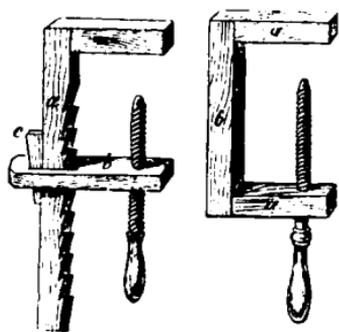

Рис. 38. Струбцынки.
*Струбцынки* служатъ для зажиманія склеиваемыхъ кусковъ дерева. Обыкновенная струбцынка (рис. 38) состоитъ изъ трехъ деревянныхъ брусковъ, скрѣпленныхъ другъ съ другомъ